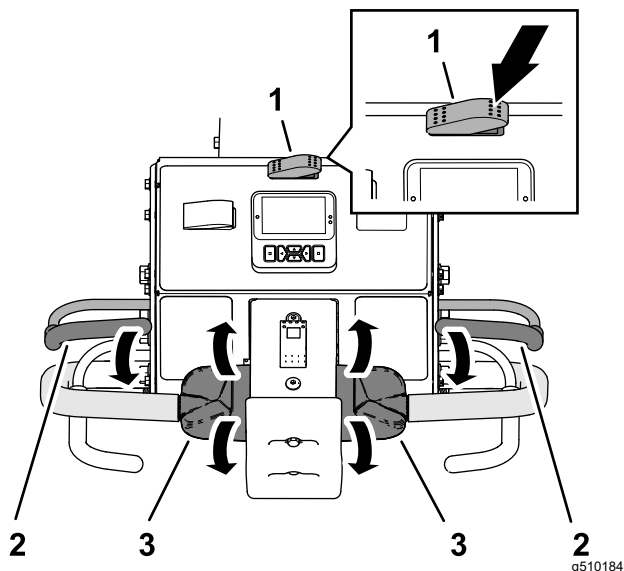

図 80
3. 移動走行・エアレーションスイッチの右側を押してエアレーション位置にする 図 80。
5. 左または右のハンドルバーとオペレータペイルをつかんで図 80 ペイルを握り込む。